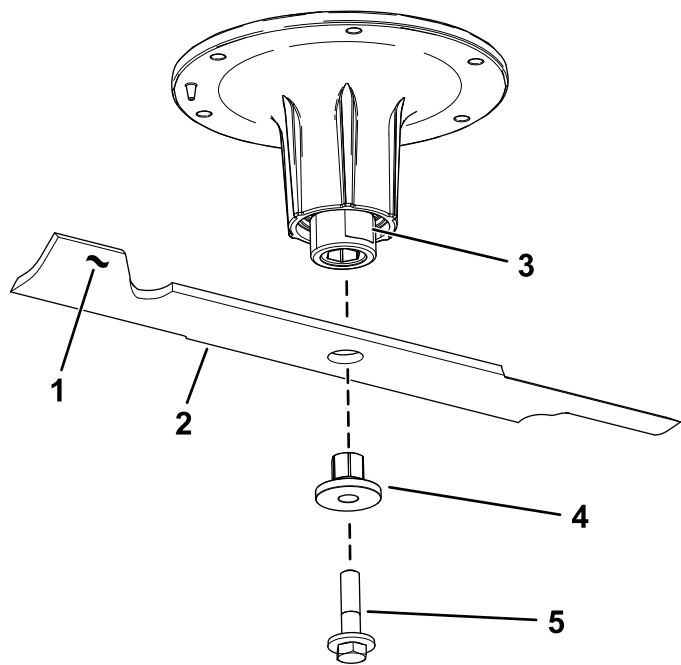

Figura 92
2. Retire el perno de la cuchilla, el buje y la cuchilla del eje (**Figura 92**).